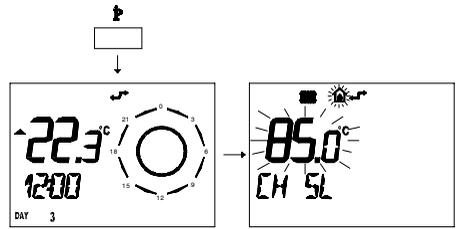

fig. 5.29
- 2 Premere per più di 3 secondi il pulsante  $\text{P}$  per entrare in modalità **I NFO**. (fig. 5.29)